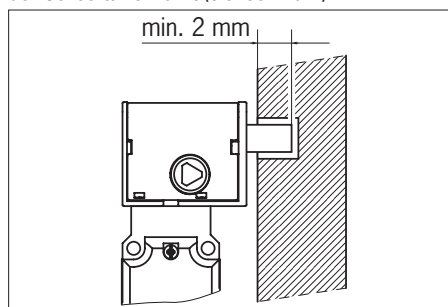

Bild 1: Zugehaltener Sicherheitsschalter TK
Beim Aktivieren der Zuhaltung wird der Zuhaltebolzen ausgefahren. Die Zuhaltung erfolgt indem der Zuhaltebolzen z. B. in eine Vertiefung am Rahmen der Schutztür einfährt (siehe Bild 1).
- ▶ Die Überdeckung des Zuhaltebolzens muss mindestens 2 mm betragen (siehe Bild 1).